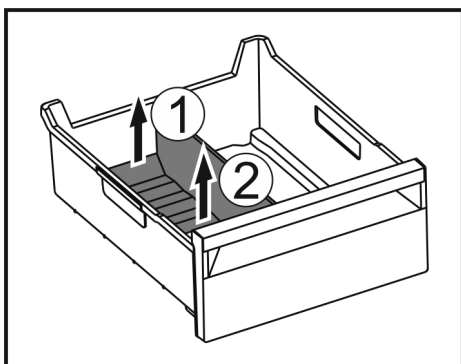

Fig. 213
- ▶ Zvedněte zadní část přepážky přihrádky na led. Fig. 213 (1)
- ▶ Přepážku přihrádky na led vyjměte nahoru. Fig. 213 (2)